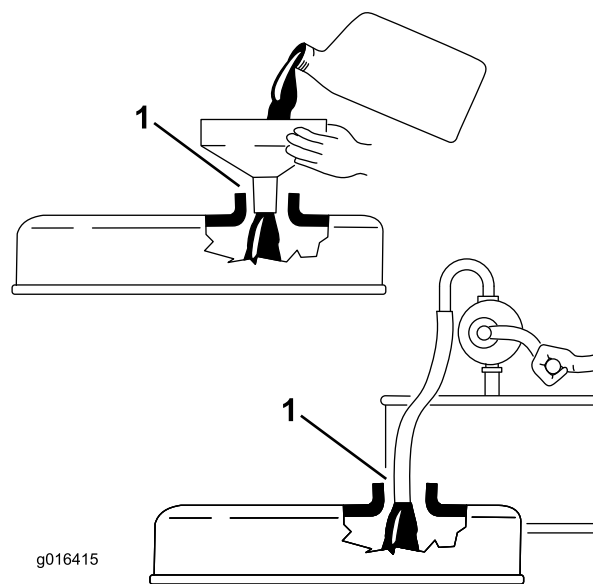

Рисунок 21
**Внимание:** Прежде чем заливать масло в двигатель, убедитесь, что щуп вынут. При добавлении или заправке моторного масла между устройством заливки масла и заливным отверстием **должен быть зазор**, как показано на Рисунок 21. Этот зазор необходим для обеспечения выхода воздуха при заливке, что предотвращает перелив масла в сапун.